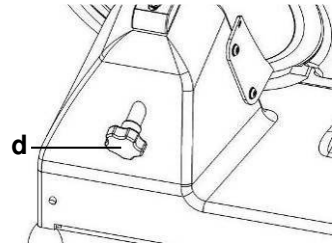

Abb. 9
- Um die Schneidmesserabdeckung (**3**) zur Reinigung abzunehmen, lockern Sie die Schraube (**d**) an der Rückseite des Gerätes (**Abb. 9**) und drücken Sie diese dann in Richtung Schneidmesserabdeckung. Die Schneidmesserabdeckung entnehmen.